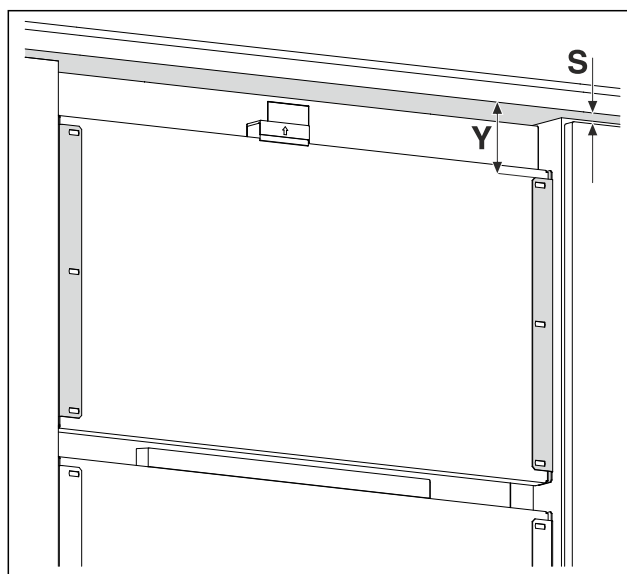

Fig. 15 Exempelbild
- Mät avstånd *Fig. 15 (Y)* från möbelfrontens underkant till fästvinkeln.
- Mät avstånd *Fig. 15 (S)* från möbelfrontens underkant till möbeldörrens överkant.